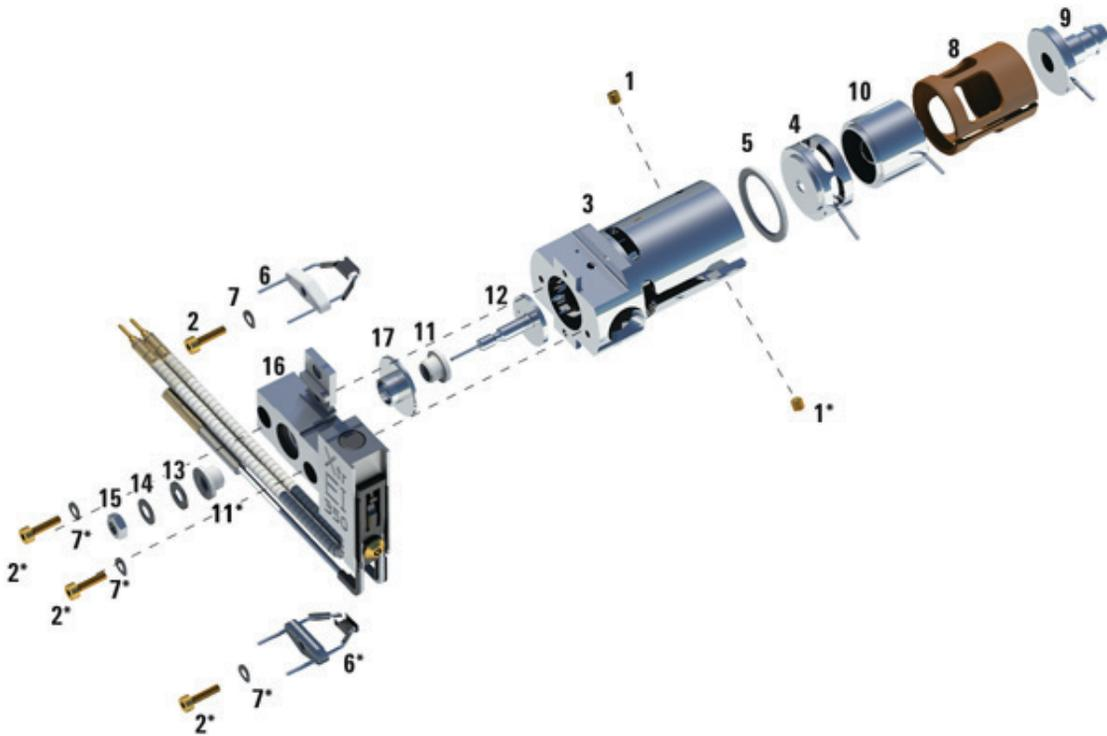

Figura 19 Montaje de la fuente El extractora
- 2 Inserte la lente de extracción en el cuerpo de la fuente, con el lado plano primero (Figura 19).
- 3 Inserte la lente de entrada y la lente de enfoque iónico en el aislante en el orden indicado (Figura 19).
- 4 Deslice el aislante que contiene la lente de enfoque iónico y la lente de entrada por el cuerpo de la fuente, con la lente de enfoque iónico contra la lente de extracción (Figura 19).
Tabla 27 Lista de piezas de la fuente de iones (Figura 19)